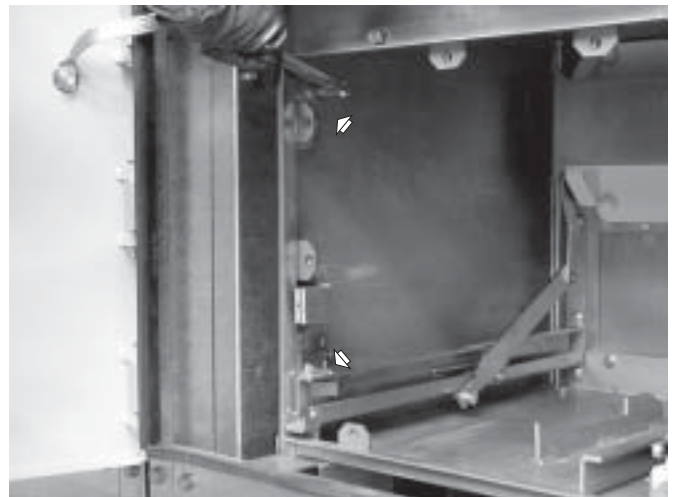

Fig. 78b _____
- Svitare le viti di fissaggio (lato destro e sinistro) dello scomparto TV (fig. 78b - 78c);